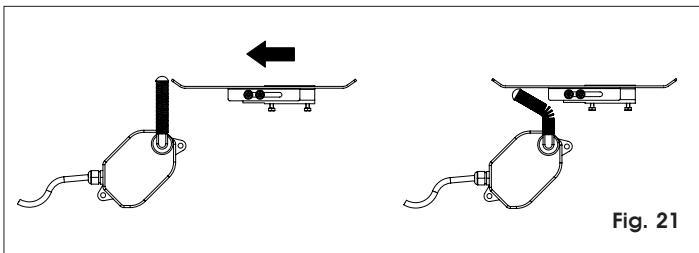

Fig. 21
- La lámina debe activar el fin de carrera sobre la parte perfilada, como se indica en la Fig.21.